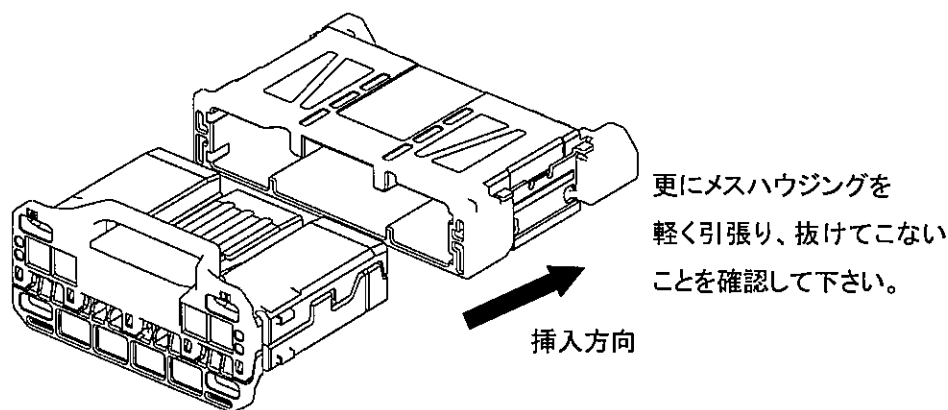

Fig.26
(1) 端子のハウジングへの装着状態、電線の束ね位置は正しいか、また積層合体係止部に浮きがないことを確認して下さい。浮きが発生している場合は確実な係止状態にして下さい。(6.4 項参照)。
(2) 端子の変形、変色、傷、錆、ハウジングの変形、割れ、欠損、変色等の異常がないか確認して下さい。
(3) 指定のメス・ハウジングをオス・コネクタにFig.26 のような向きに真っ直ぐ挿入して下さい。